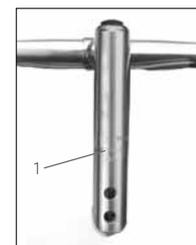

FIGURE 15:
3. Réglez la hauteur du cintre tout en veillant à maintenir le repère d'insertion minimum à l'intérieur du cadre (Figure 15).
⚠ AVERTISSEMENT : une potence à plongeur trop haute peut endommager votre vélo, limiter le contrôle et provoquer une chute. Veillez à ce que le repère d'insertion minimum (Figure 15) soit dans le cadre.